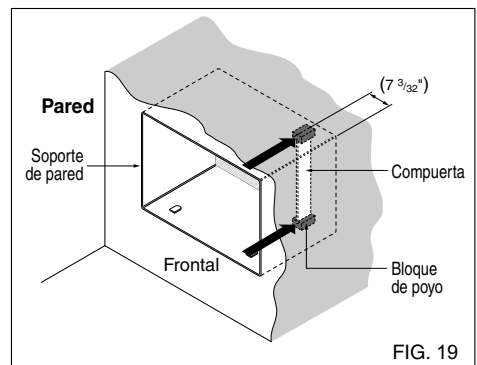

FIG. 19
- 6** Retire el envoltorio de los bloques de apoyo y únalos al interior del soporte de pared como muestra la FIG. 19. Deslice la compuerta dentro de las ranuras en los bloques de apoyo.